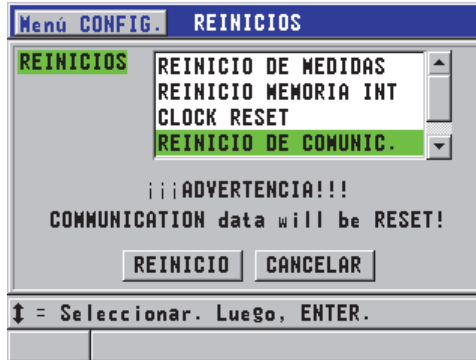

Figura 11-6 Selección en la pantalla REINICIO DE COMUNIC.
2. En la pantalla **REINICIOS** (véase la Figura 11-6 en la página 219):